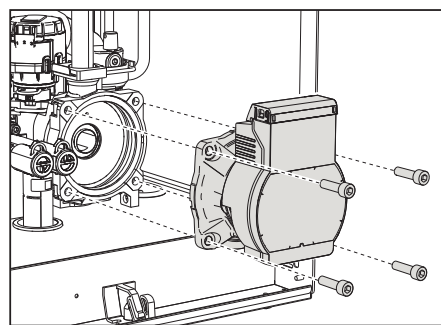

рис. 40
- Отвинтите и снимите блок двигателя циркуляционного насоса (рис. 40).